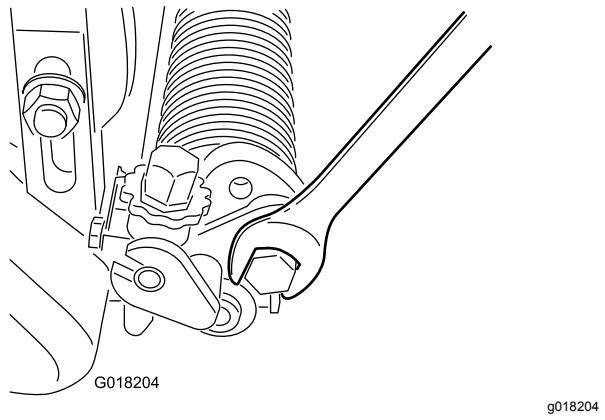

Figura 20
- A. Afloje los pernos de los brazos de ajuste derecho e izquierdo (Figura 20).
- C. Apriete los pernos para fijar el ajuste (Figura 20).